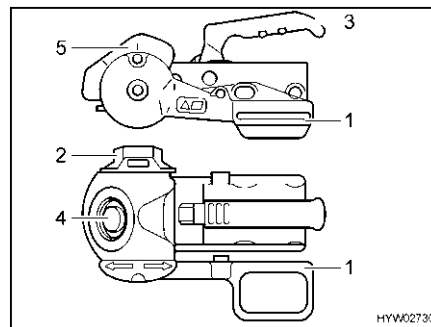

Bild 2 Sicherheitskupplung AKS 1300
- Stabilisierungshebel (Bild 2,1) in oberste Stellung bringen.
- Handrad (Bild 2,2) entgegen dem Uhrzeigersinn bis zum Anschlag in Offenstellung drehen.
- Kupplungsgriff (Bild 2,3) nach oben ziehen.
- Sichtkontrolle durchführen: Der grüne Zylinder der Sicherheitsanzeige (Bild 2,4) muss sichtbar sein.
- Stabilisierungshebel nach unten drücken, bis die Markierung auf dem Stabilisierungshebel mit der des Stabilisierungsgehäuses (Bild 2,5) übereinstimmt.